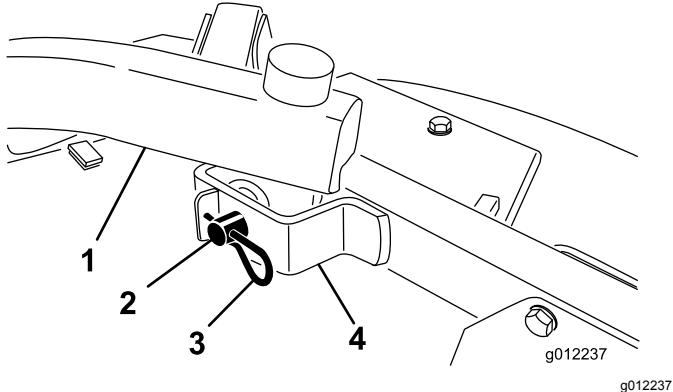

Figure 22
- Retirez les goupilles fendues et les axes de chape qui fixent les bras de levage aux supports des bras pivotants (Figure 22).